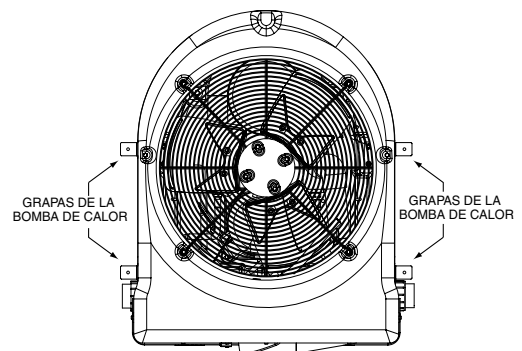

Figura 4.
3. Coloque las grapas en la base de la bomba de calor en los 4 lugares que se indican en la **Figura 4**, (muesca de guía de 2 pulg. [5 cm] [área perforada] a cada lado).